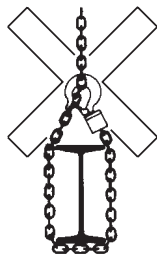

Fig. 6
- La catena di carico non deve essere utilizzata come imbragatura (Fig. 6).